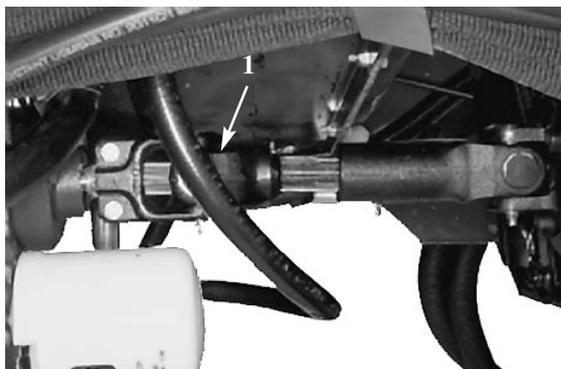

Bild 18
1. Lockern und entfernen Sie die Sechskantschrauben, mit denen die Kardanwelle am Motor befestigt wird. Lockern Sie die Sechskantschrauben, mit denen die Kardanwelle am Getriebe befestigt wird (Bild 18). Dann entfernen Sie die Welle.